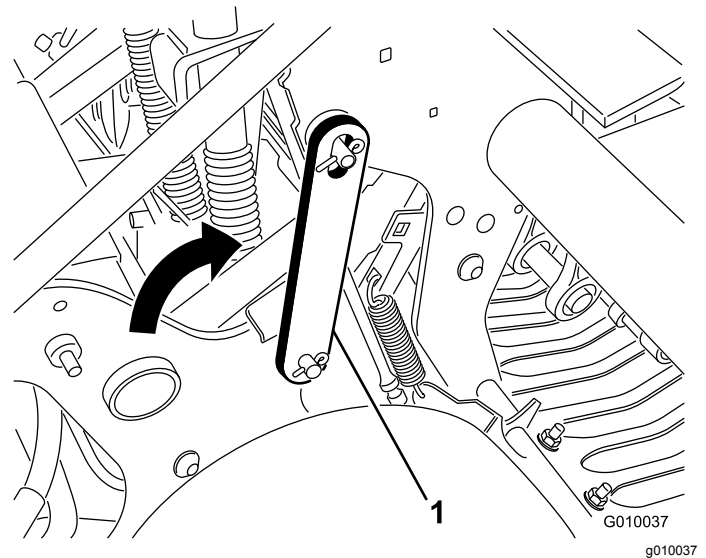

Figure 21
4. Faites pivoter le verrou de service en arrière et engagez-le sur la goupille de la tête d'aération (Figure 21). Fixez le verrou en place avec la goupille à anneau.